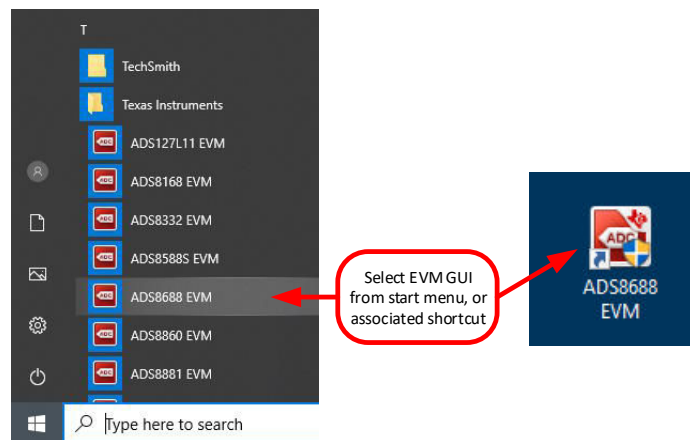

图 7-2. 启动 EVM GUI 软件
3. 按照图 7-2 所示启动软件 GUI。当 FPGA 固件加载到 PHI 上时，您会注意到 LED 缓慢闪烁。这需要几秒钟时间，然后 AVDD 和 DVDD 电源将接通。